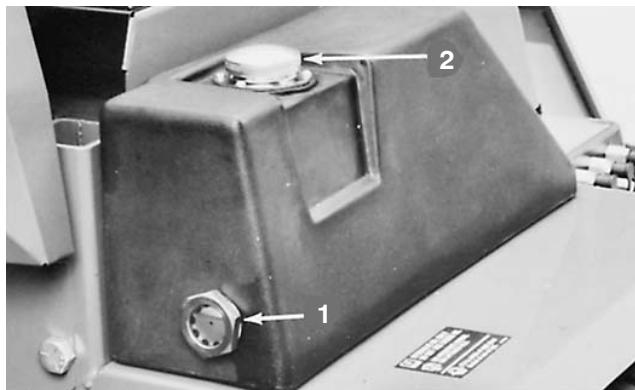

Figure 10
- Vérifiez le niveau de liquide chaque jour par le viseur situé à l'arrière du réservoir hydraulique (Fig. 10). Quand l'huile est froide, le niveau est légèrement en dessous du centre du viseur. Il arrive au centre du viseur quand l'huile est chaude.
- Si le niveau d'huile est bas, ajoutez de l'huile hydraulique dans le réservoir (Fig. 10) (voir Entretien du circuit hydraulique, page 46).